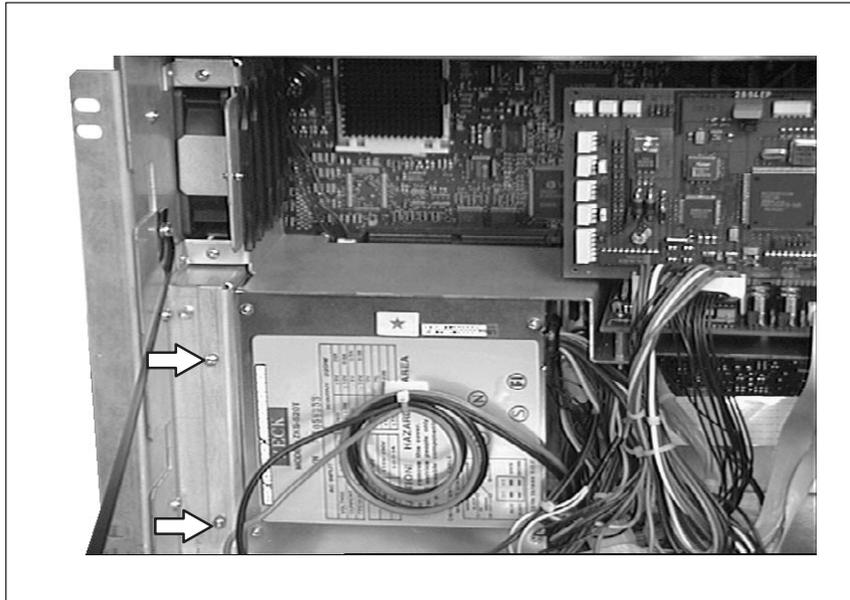

Bild 1-22 Ausbauen der Stromversorgung
- Lösen Sie die beiden Schrauben an der Stromversorgung (siehe Bild 1-22).